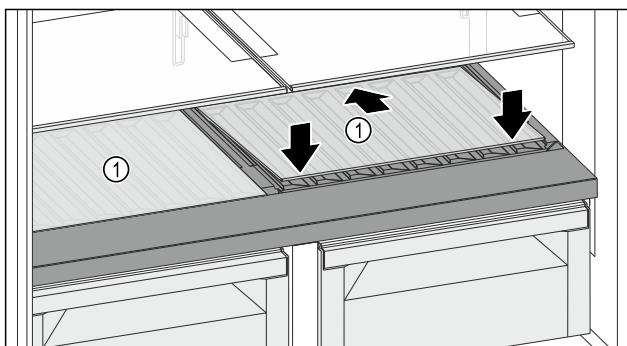

Fig. 132
- ▶ Поставете стъклената плоча Fig. 132 (1) косо и наклонена назад надолу.
- ▶ Спуснете стъклената плоча Fig. 132 (1) отпред.